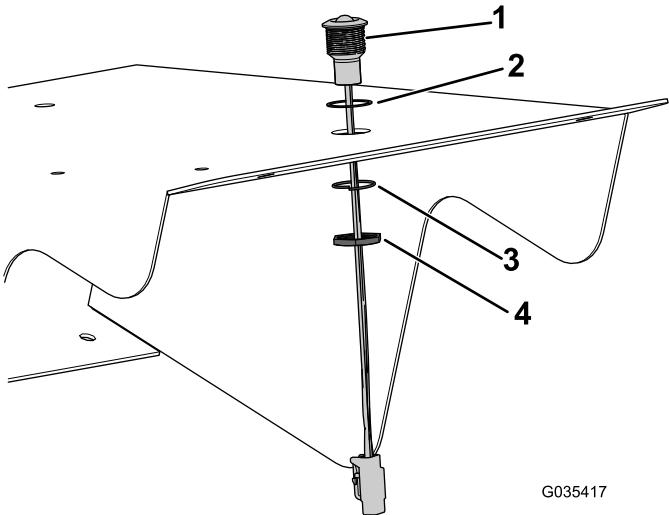

Figura 11
10. Montate la luce sulla parte superiore del coperchio; fate riferimento a Figura 11 per l'orientamento corretto.